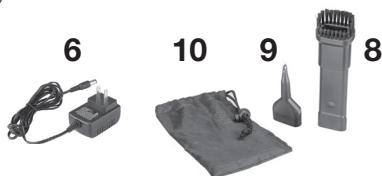

FIG 1
- Conecte el adaptador de carga (6-Fig. 1) al puerto de carga (13).
- Enchufe el adaptador a una fuente de alimentación de CA de 120 voltios. Las luces indicadoras de carga VERDES (5-Fig 1) parpadearán indicando el nivel de carga.
- Inserte el paquete de baterías, encienda la aspiradora presionando el interruptor de encendido/apagado (1-Fig 1).
- Si desea más potencia, mantenga presionado el interruptor MAX/Turbo (2-Fig 1).
- Para acceder a áreas más estrechas, como entre los asientos del automóvil, inserte la herramienta para ranuras con cepillo (8-Fig 1) en el extremo de la boquilla estándar.
- Inserte la boquilla del inflador (9-Fig 1) en el puerto de salida de aire (14-Fig 2).